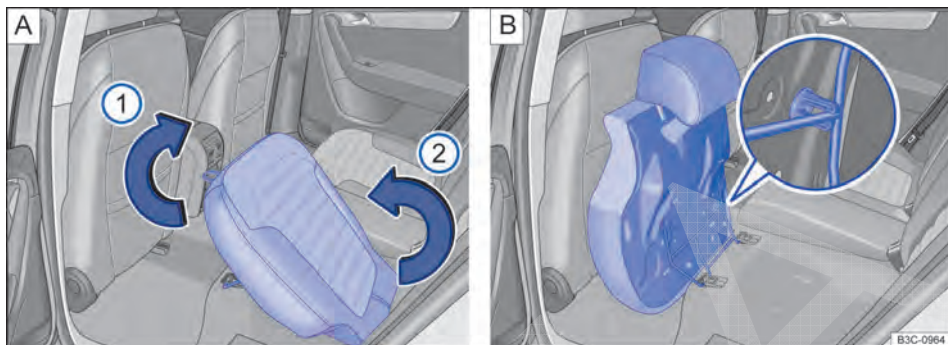

Fig. 63 Banco traseiro: dobrar o assento para frente.
- Puxar uma alça e levantar o assento no canto dianteiro ⇒ Fig. 63 A ①.
- Dobrar o assento para frente ⇒ Fig. 63 A ②.
- Atentar para que a estrutura de rebatimento esteja travada no suporte no lado de baixo do banco ⇒ Fig. 63 B (lupa).
- Colocar as hastes dos apoios para cabeça nas aberturas redondas dos assentos rebatidos para frente ⇒ Fig. 63 B ⇒ .